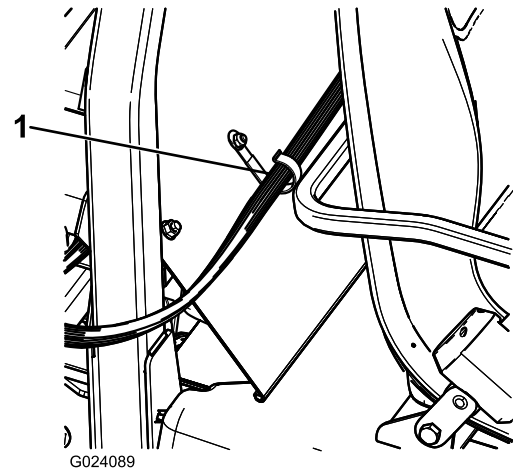

**Рисунок 21**
1. Установите два J-образных зажима на центральную консоль в точках, показанных на Рисунок 20 или Рисунок 21, с помощью имеющихся винтов.